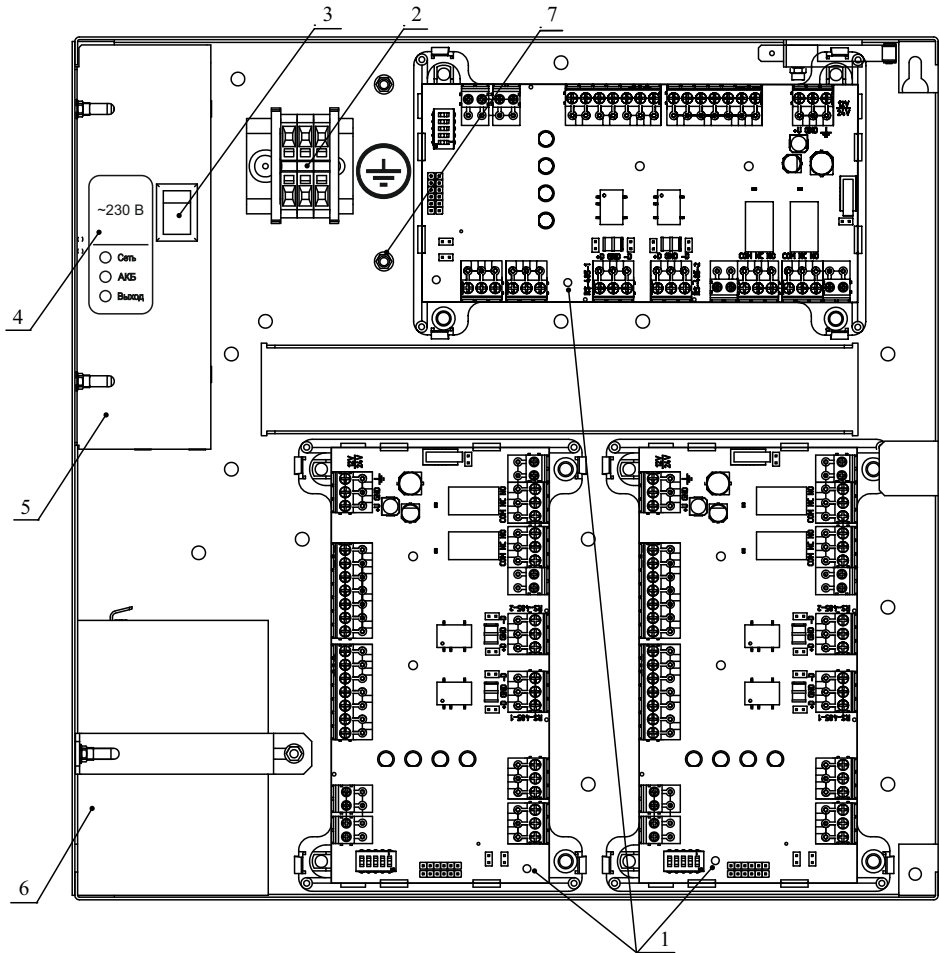

Рисунок 2 – Внутреннее устройство модуля
5.2 Внутри корпуса модулей (рисунок 2) размещены: